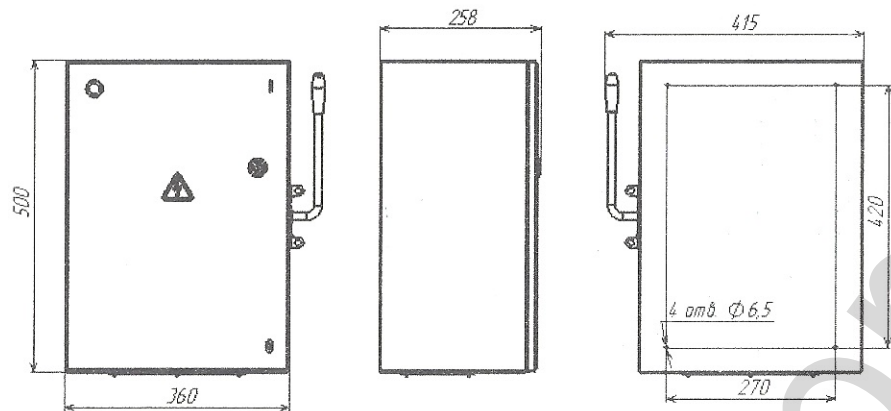

Рис.1. Внешний вид, габаритные и установочные размеры корпуса ящика силового ЯБПВУ-250-54-УЗ-001-Узола.
2.13. Габаритные и установочные размеры	- см. рис.1;